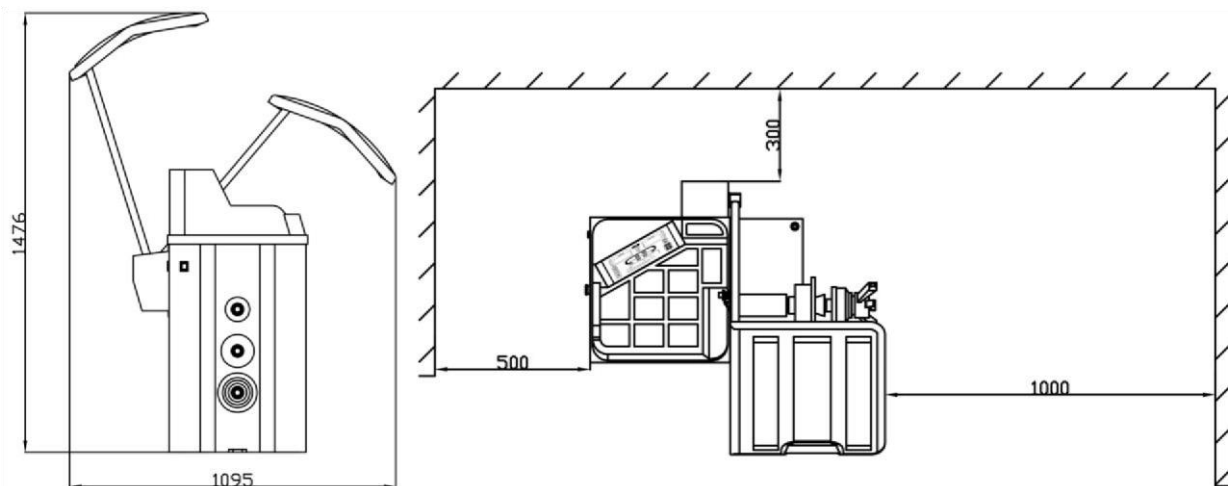

Fig. 4 Requisito de espacio de uso
- El espacio de instalación debe cumplir el requisito descrito en la Fig.4 y su tamaño